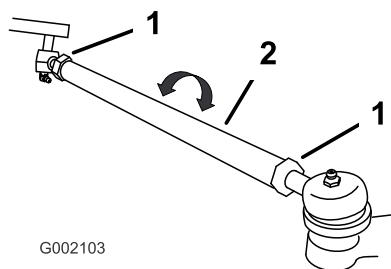

Figura 45
3. Se os resultados da medição não estiverem dentro dos valores estabelecidos (consulte previamente as dimensões e os parâmetros), desaperte as porcas em ambas as extremidades das barras (Figura 45).